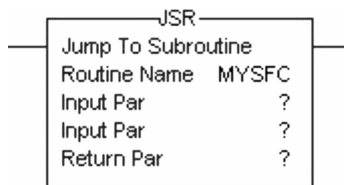

图 14-22 JSR 指令
50. 在文字 Routine Name 旁边→双击问号→从下拉列表中选择 MYSFC→按 Enter→单击 Return Par 旁边的问号, 如图 14-22 所示。